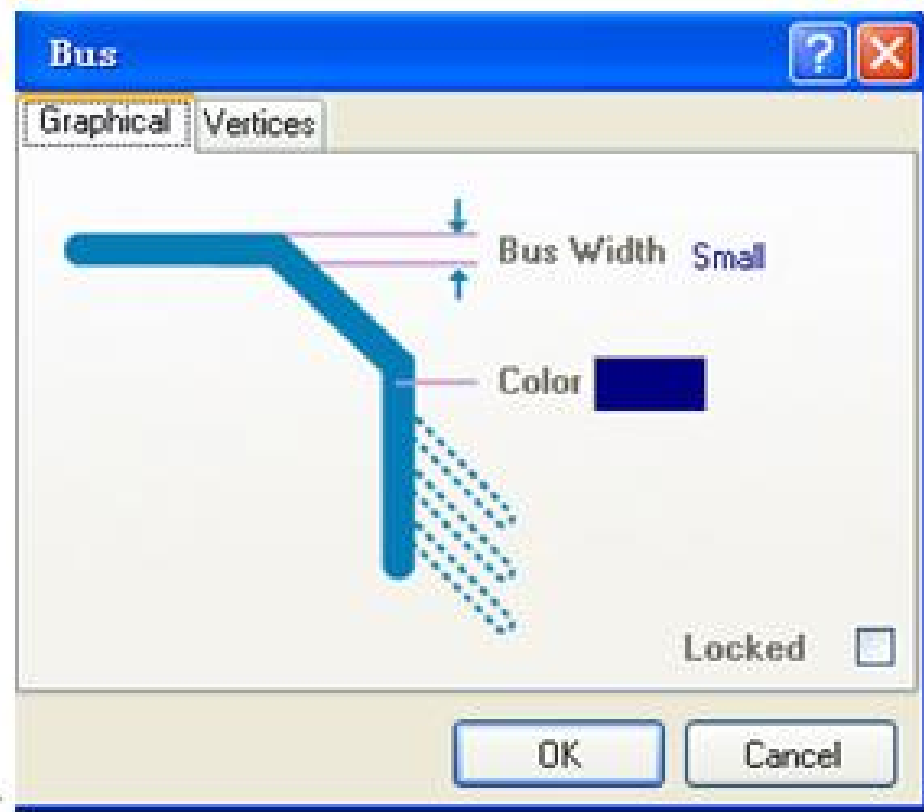

图 3-78 总线属性对话框
- 3) 设置总线的属性。在放置总线的过程中，用户可以对总线的属性进行设置。双击总线或在光标处十放置总线的状态时按**Tab**键，弹出如图3-78所示的**Bus**总线对话框，和该对话框中可以对总线的属性进行设置。